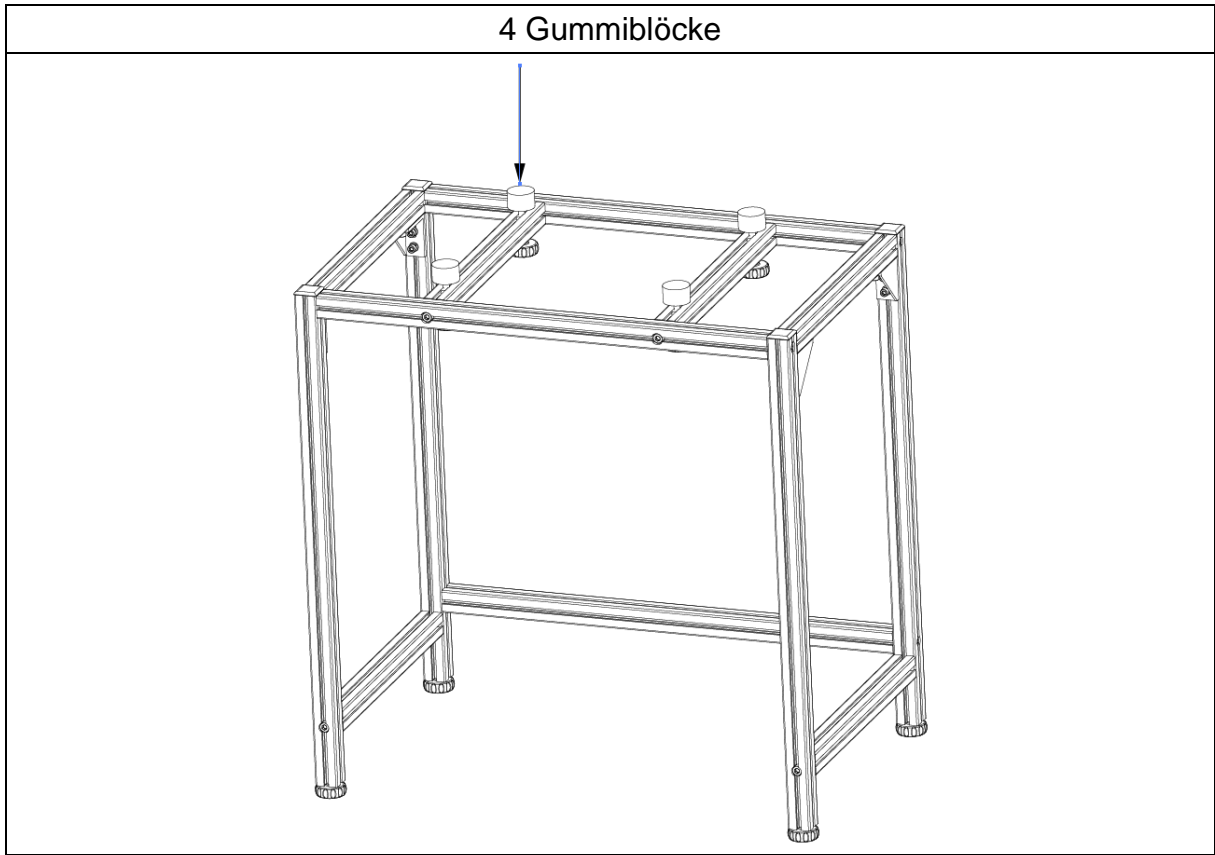

Abb. 4
6. Die 4 Gummiblöcke wie in Abb. 4 dargestellt, fixieren.